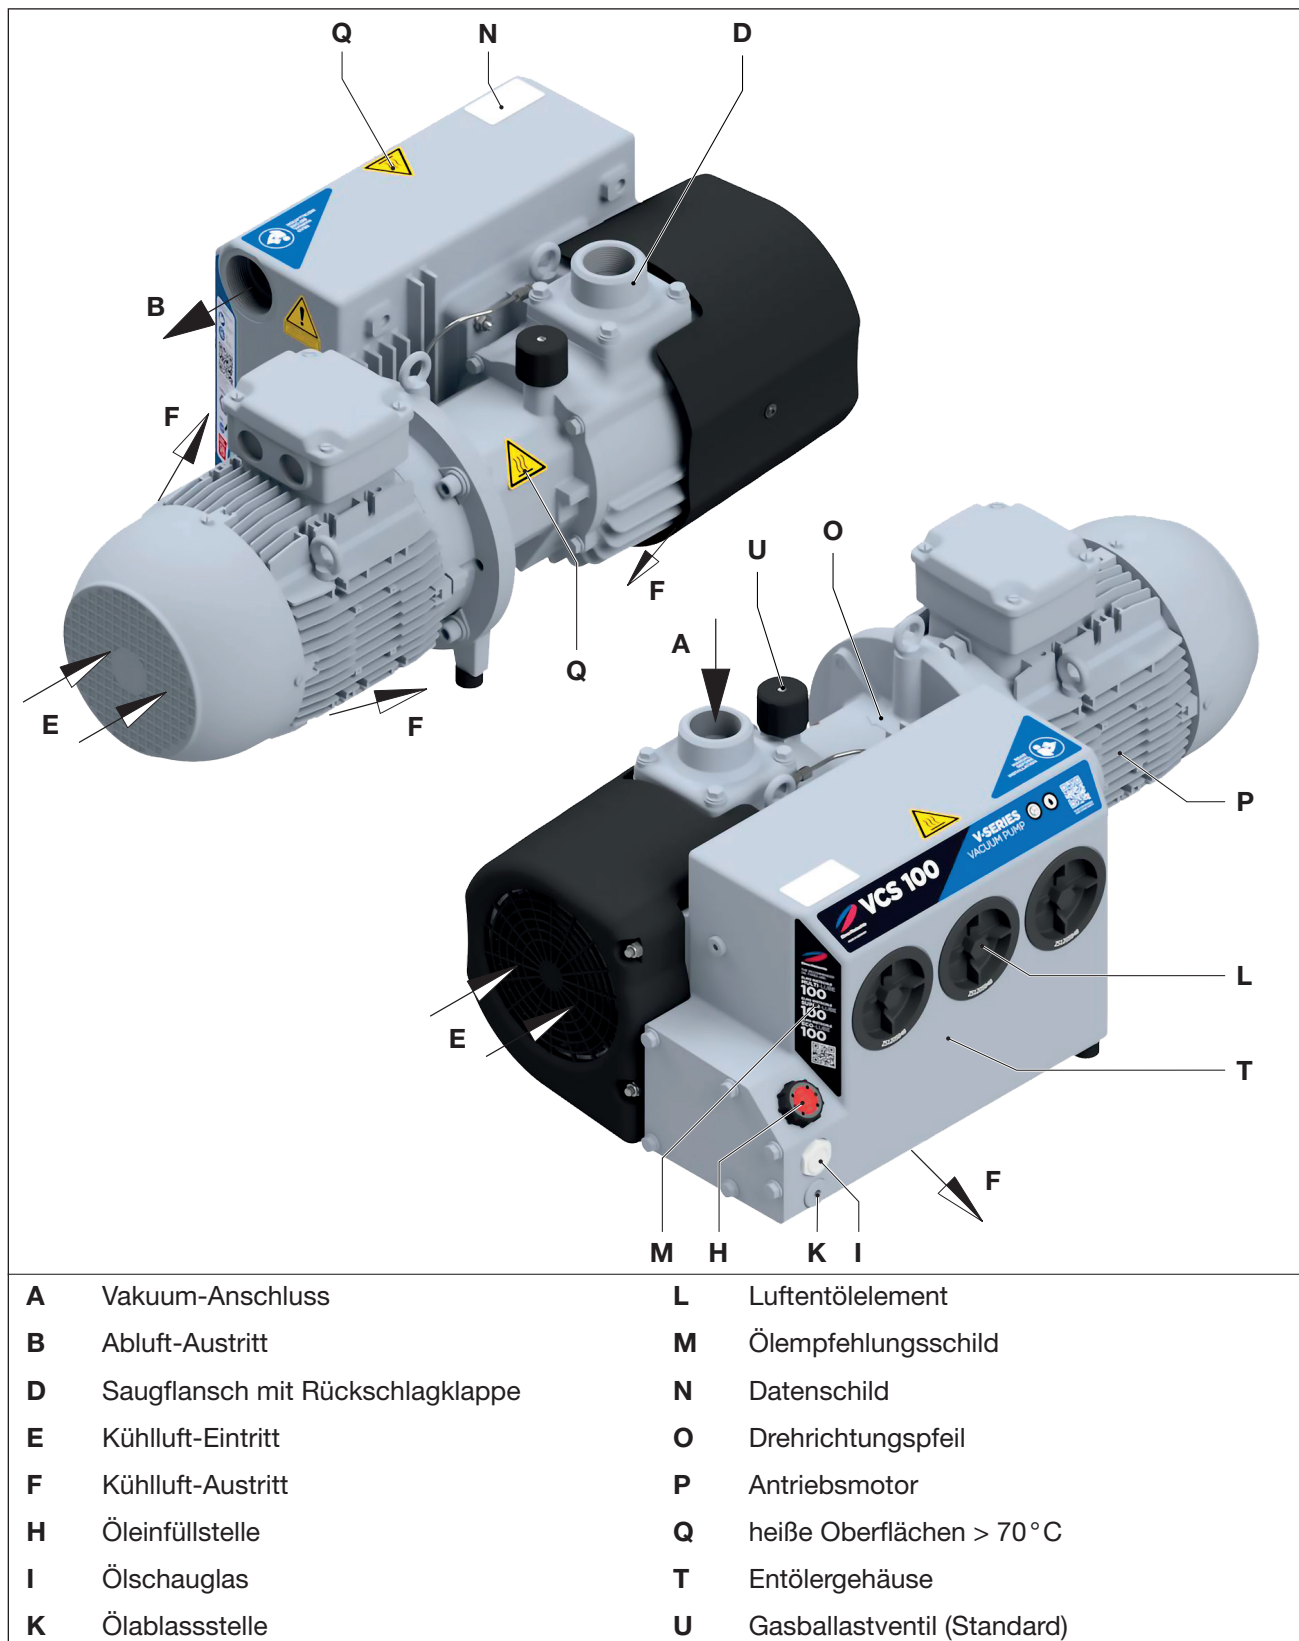

Abb. 2 Vakuumpumpe V-VCS 100 / 150
Ein serienmäßiges Gasballastventil (Abb. 2/U) verhindert bei betriebswarmer Pumpe die Kondensation von geringen Mengen an Wasserdampf im Pumpeninneren. Die Wasserdampfverträglichkeit kann je nach Pumpenausführung variieren (siehe Info I200).
- Saugflansch (Abb. 2/D), Öleinfüllstelle (Abb. 2/H), Ölschauglas (Abb. 2/I), Ölablass (Abb. 2/K), Gasballast (Abb. 2/U) und Entölergehäuse (Abb. 2/T) müssen leicht zugänglich sein.